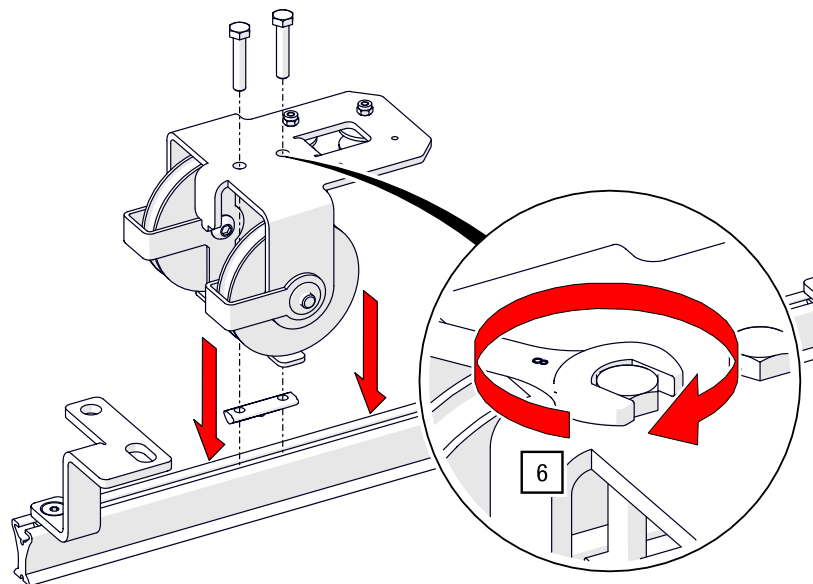

Abb. 75: Obenliegende Seilführung – Ableitrolle montieren
6. Positionieren Sie die Ableitrolle an der gewünschten Position und montieren Sie diese mit einem Gabelschlüssel SW 8 an (siehe Abb. 75).